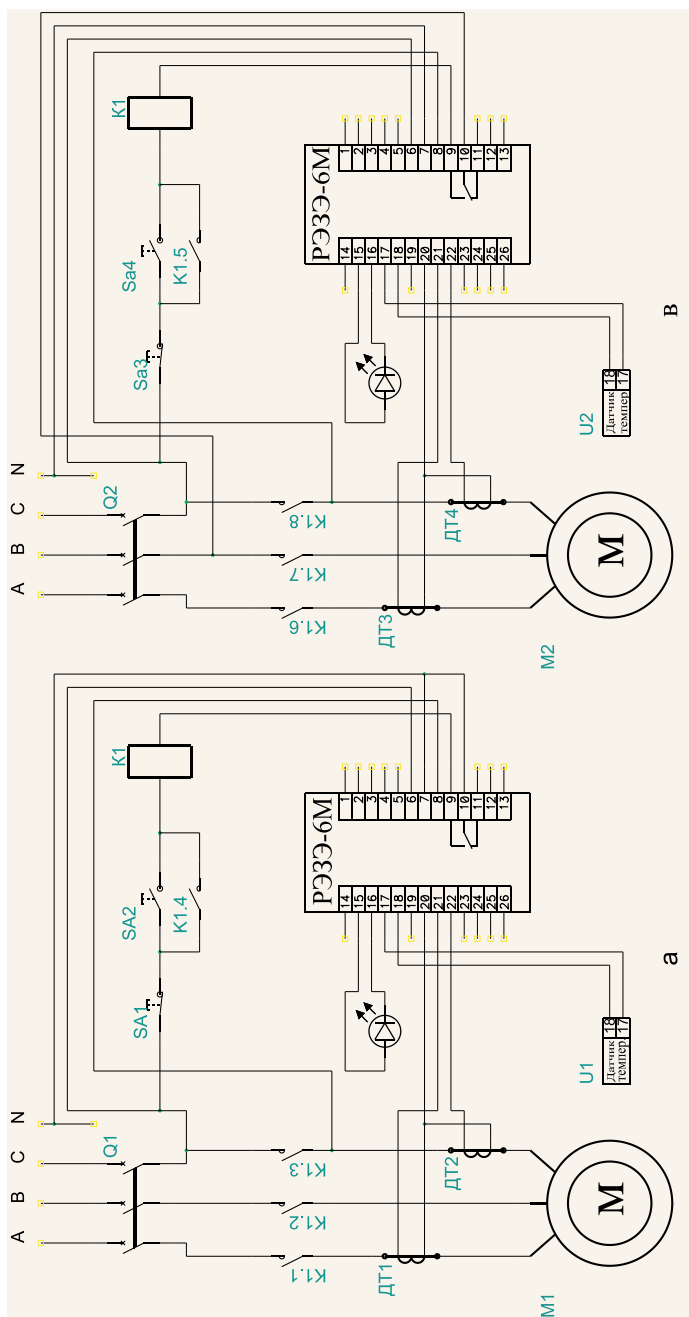

Рис. 6.1. Схемы электрические соединений реле РЭЭЭ-6М:
6.5 Произвести монтаж схемы электрической соединений реле согласно рис. 6.1.